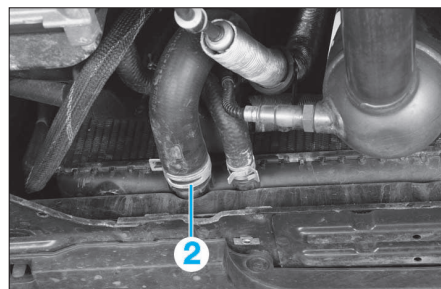

FIG. 46
- Désaccoupler la durit inférieure du radiateur de refroidissement (2) (Fig.46).
- Refermer les vis de vidange (2) (Fig.46) et (4) (Fig.48).